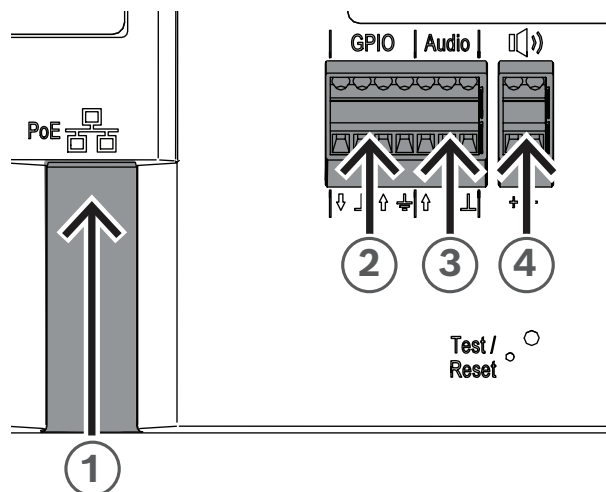

Abbildung 2.8: Frontseite des IP-Verstärkermoduls
Verbinden mit dem Netzwerk (Abbildung 2.8, Angabe 1)
1. Schließen Sie ein Ende eines Ethernet-Kabels an den PoE/PoE+-Anschluss an (Abbildung 2.8, Angabe 1).
Anschließen von GPIO (Abbildung 2.8, Angabe 2)**Hinweis!**
Anschließen von analogem Audio (Abbildung 2.8, Angabe 3)
- Schließen Sie die Drähte an die Audioklemme des Geräts an (Abbildung 2.8, Angabe 3).
Anschließen des Passivlautsprechers (Abbildung 2.8, Angabe 4)